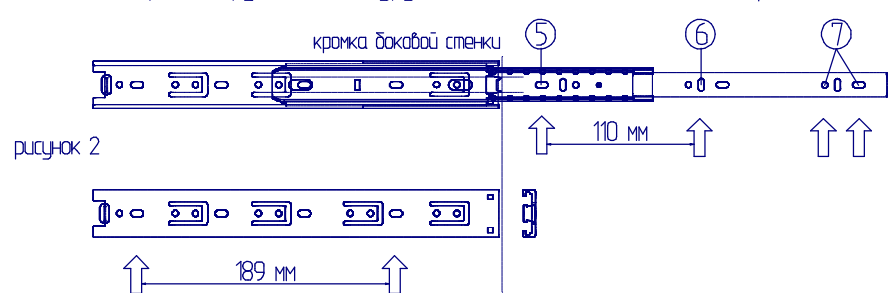

рисунок 2
2. Прикрепить направляющую к боковым стенкам ящика с помощью шурупов 3,5x13 через отверстия ⑤ и ⑥* (рисунок 2)